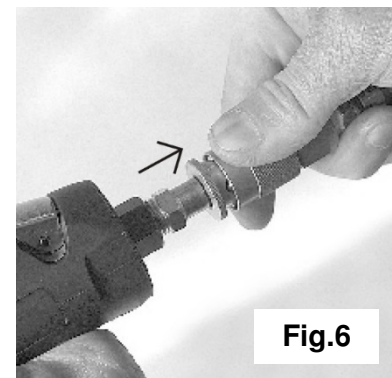

Fig.6
1. Das Werkzeug von der Druckluftversorgung trennen (siehe Abbildung 6).